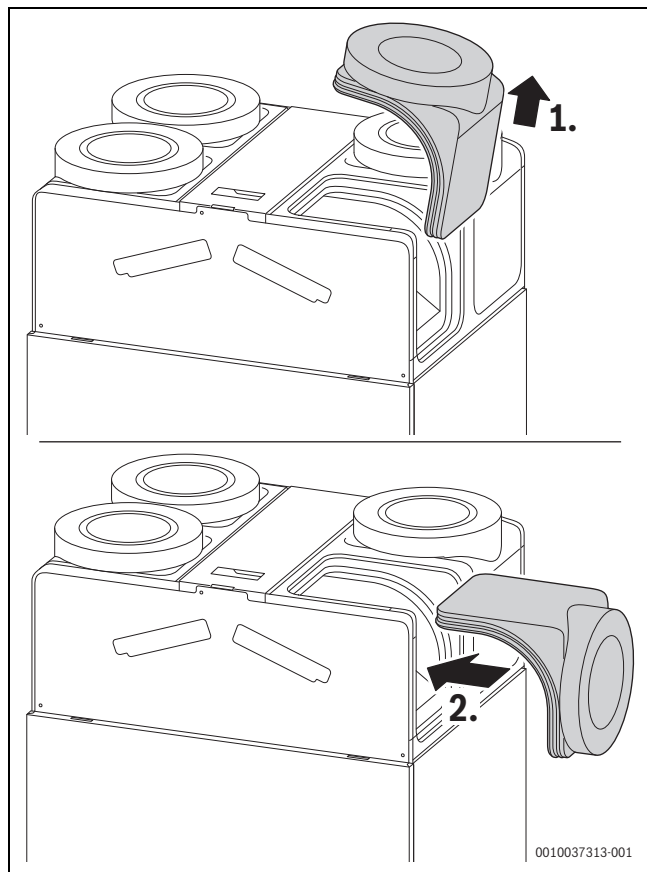

Bild 18 Stutzen herausziehen und wieder einsetzen
- Zurück in Position drücken (→ Bild 18, Schritt 2). Dabei darauf achten, dass sich die Dichtschnur in den Anschlussstutzen nicht aus der Nut herauschiebt.